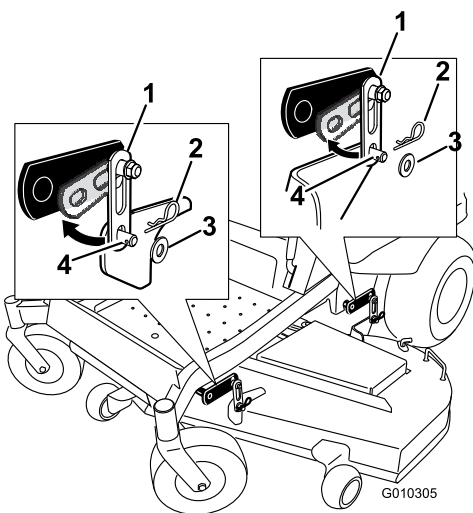

Figura 69
5. Eleve la parte trasera de la plataforma del cortacésped y coloque los soportes de las pletinas de suspensión sobre sus pernos (Figura 69).
5. Eleve la parte trasera de la plataforma del cortacésped y sujete el soporte trasero de la plataforma a las pletinas de suspensión traseras. Sujételos con un pasador de horquilla y una chaveta (Figura 69).